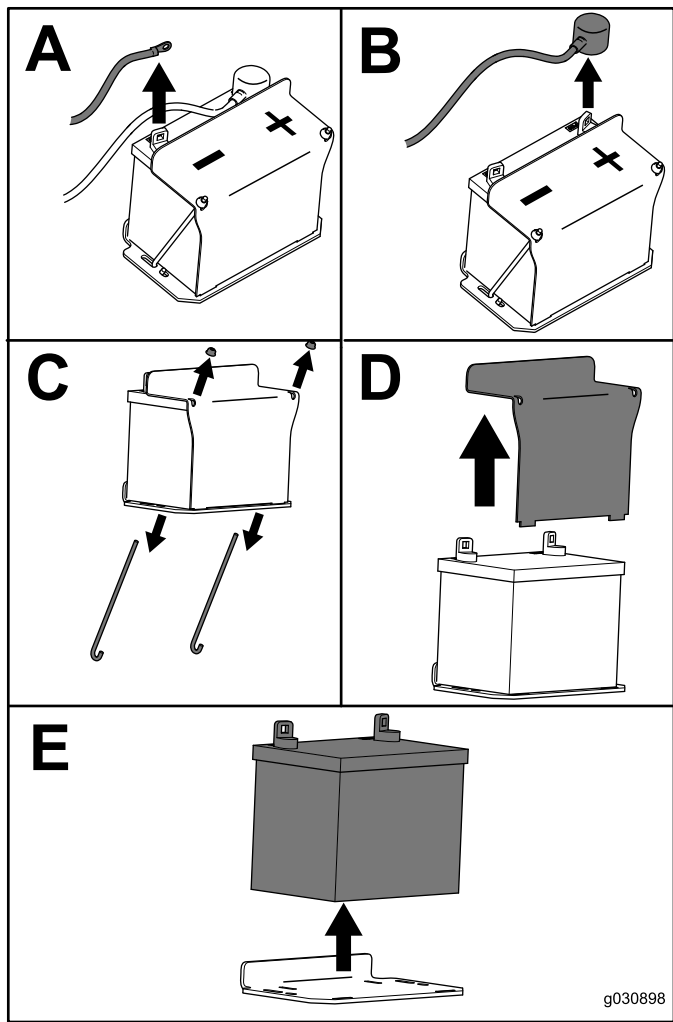

Figura 49
3. Retire la batería, según se muestra en Figura 49.